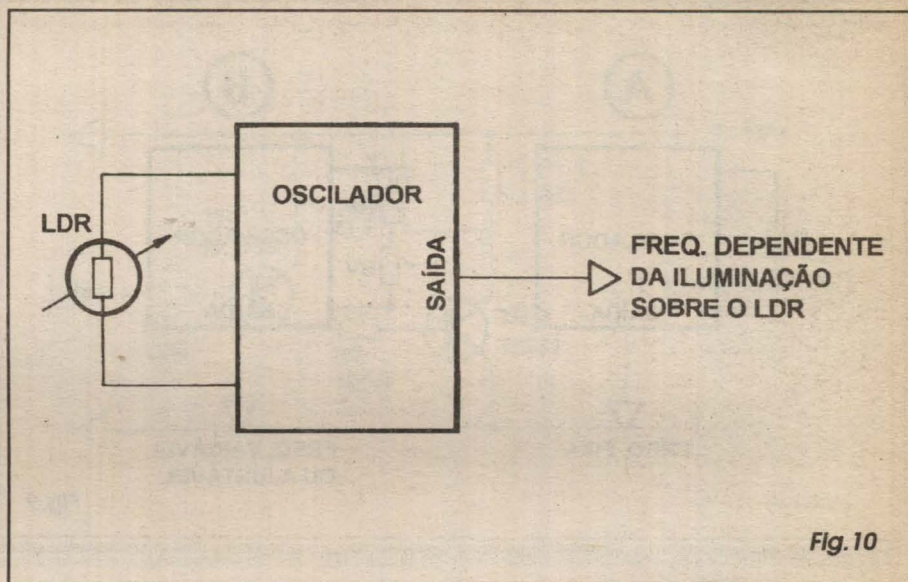

Fig. 10
- FIG. 10 - Potenciômetros e trim-pots são, obviamente, resistores *manualmente* variáveis... Entretanto, dentro dos componentes eletrônicos já conhecidos pelo leitor/aluno, existem alguns que permitem interessantes controles *automáticos*, através da variação dos seus valores resistivos determinadas por fatores externos ou *influências energéticas*, como a Luz, a Temperatura, etc. No caso do exemplo, um resistor dependente da luz (LDR, já estudado...) substitui - literalmente - o resistor R da rede determinadora de frequência de um astável, com o que esta se tornará também dependente da intensidade da iluminação ambiente, ou mesmo da luz diretamente aplicada sobre o citado LDR...! Em alguns casos, de modo a adequar o valor *médio* da resistência aplicada ao circuito, pode tornar-se necessária a inclusão de um resistor fixo extra, seja *em série*, seja *em paralelo* com o LDR... É bom não esquecer (e isso vale também para os exemplos anteriores...) que nas redes determinadoras de frequência existe um *outro* componente também responsável pelo *rítmo* da oscilação: o capacitor, através de cujo valor é possível *trazer* a faixa de trabalho para a gama ou ponto desejado (qualquer que seja o valor  $\delta hmico$  circunstancialmente assumido pelo LDR, no caso...). Em tempo: a mera substituição do LDR por um termistor NTC, no diagrama sugerido, tornará a frequência do oscilador dependente da *temperatura* ambiente (ou diretamente aplicada sobre o NTC, que é um resistor Dependente da Temperatura...)!